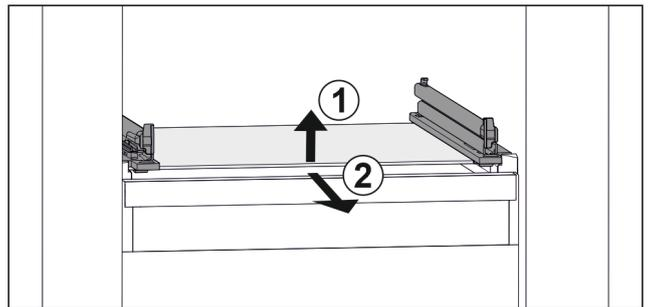

Fig. 87 Exemple de représentation de la tablette en verre
- ▶ Soulever la tablette en verre par l'avant. Fig. 87 (1)
- ▶ Retirer la tablette en verre par l'avant. Fig. 87 (2)